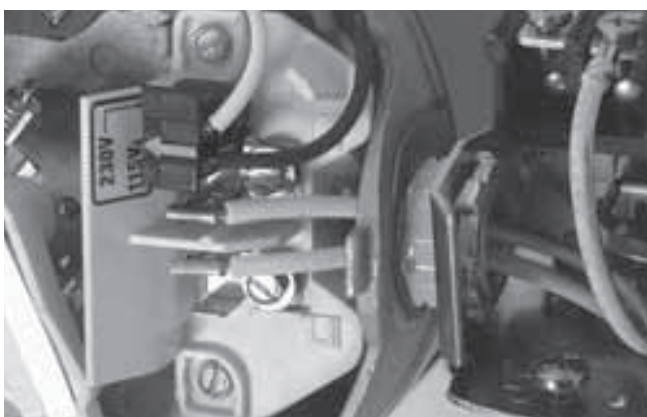

Figura 9: Tensión configurada para 115 voltios, tipo ficha.
3. Mueva la ficha de cambio de tensión a la posición de 115 voltios. Ahora la ficha cubrirá 2 lengüetas metálicas y la flecha en la ficha quedará alineada con la flecha de 115 voltios en la etiqueta (consulte la Figura 9).